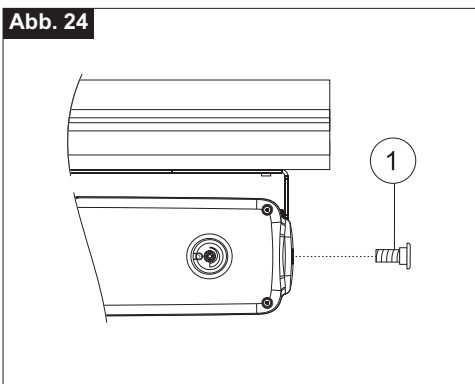

Abb. 25
- 12) **Abb. 25-** Mit einem Sechskantenschlüssel den Öffnungshub durch den zweckmäßigen Wählschalter (**Bez. 1**) nach der in **Abb. 7a** angegebenen Tafel einstellen;